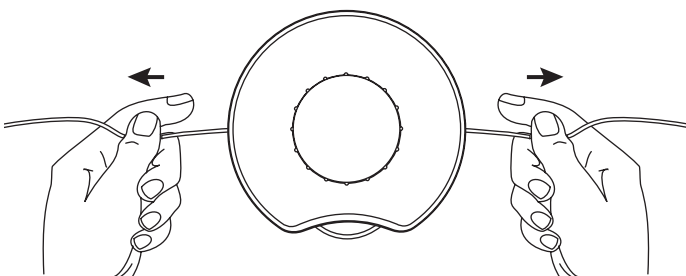

Fig. 18
3. Tirez sur les extrémités pour les faire passer à travers en vous assurant que les bouts sont de longueur égale et que le milieu du fil est centré entre les trous d'insertion (Fig. 18).